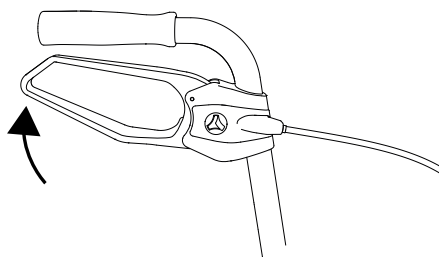

Abb. 5
1. Um den Rollator während des Gehens dosiert zu bremsen, ziehen Sie beide Bremshebel leicht und gleichmäßig nach oben (Abb. 5).